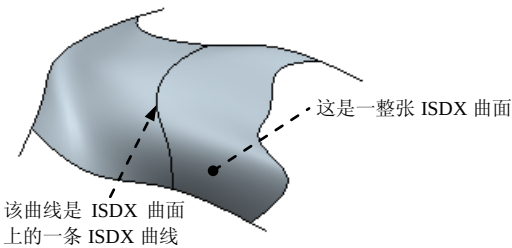

图 8.7.1 模型
用 ISDX 曲面上的一条或多条 ISDX 曲线可以修剪该 ISDX 曲面，如图 8.7.1 所示，中间一条 ISDX 曲线是 ISDX 曲面中的内部曲线，用这条内部曲线可以修剪图中所示的整张 ISDX 曲面。下面以此例说明 ISDX 曲面修剪的一般操作过程。
- (2) 选择要修剪的 ISDX 曲面：在系统的提示下，单击图 8.7.1 所示的 ISDX 曲面。
- (3) 选择修剪曲线：单击图标后的字符，选取图 8.7.1 所示的内部 ISDX 曲线，此时操控板如图 8.7.3 所示。